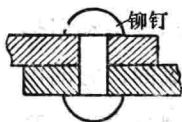

图 1-4
1. 工人同志把两个金属零件铆在一起时, 有的把铆钉加热, 然后再进行铆接(热铆), 热铆有什么优点(图 1-4)?